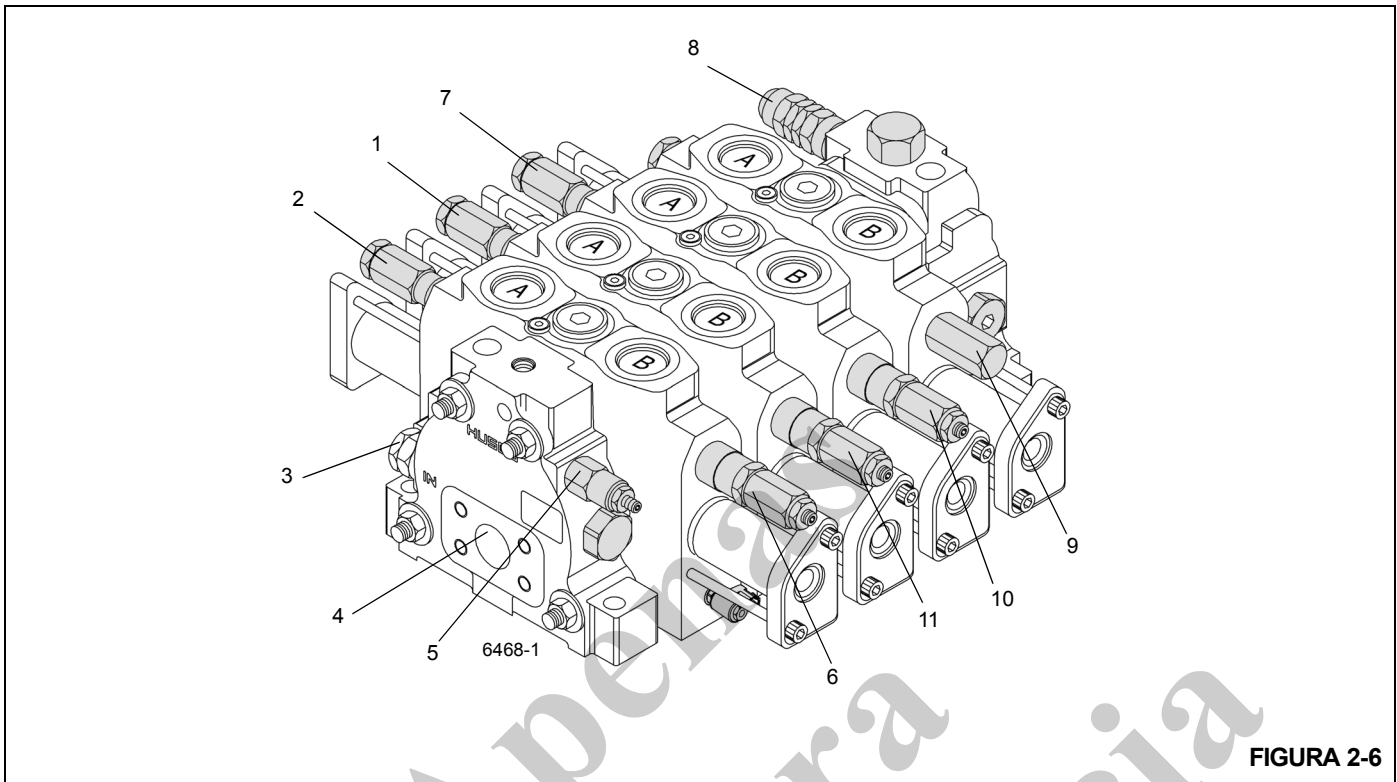

FIGURA 2-6
1. Instale um diagnóstico de verificação de pressão de desconexão rápida com indicador no bico de teste no orifício do indicador da válvula principal de controle direcional (Figura 2-6).
4. Instale o diagnóstico de verificação de pressão de desconexão rápida com indicador no bico de teste da entrada de teste de alívio do sensor de carga da válvula de controle direcional principal (Figura 2-6).
1. Instale um dispositivo de verificação de pressão de desconexão rápida com indicador no bico de teste no orifício de teste do suprimento piloto (Figura 2-6).